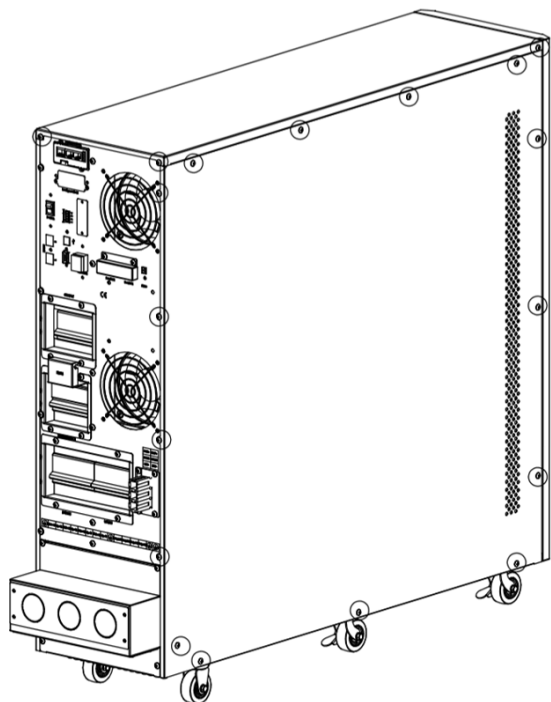

Figura 3-6: Retire los tornillos de las placas superior, derecha e izquierda.
1. Retire los tornillos de las placas superior, derecha e izquierda (Figura 3-6).